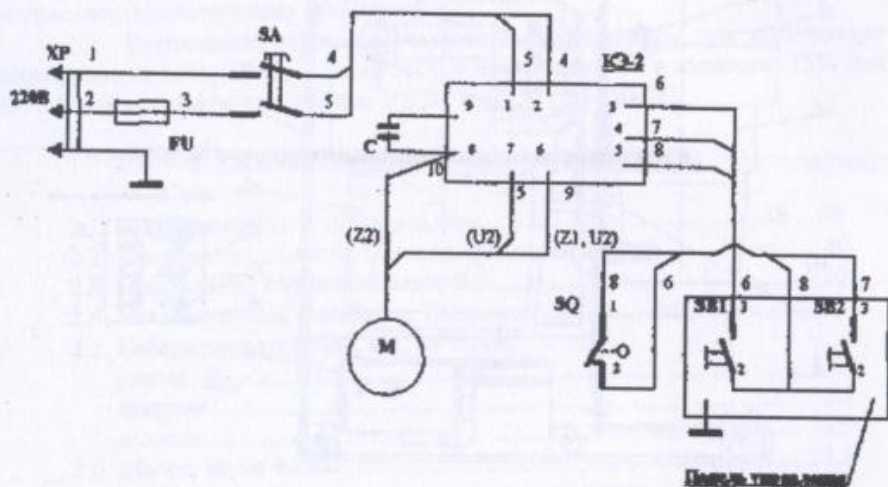

Рис.2 Схема электрическая функциональная.
4.5 Функциональная электрическая схема приведена на рис. 2